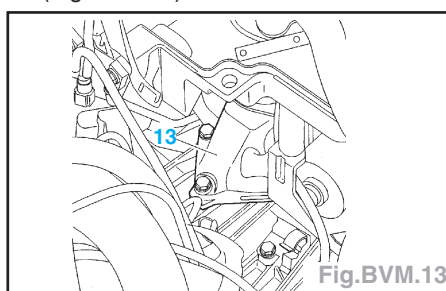

Fig.BVM.13
- les vis (8) et (9),
- les colliers aux extrémités du conduit (10)
- le conduit (10),
- le collier d'échappement (12),
- la vis (11) de biellette anti-couple.
- les 3 vis de fixation du support (3) (Fig.BVM.13).